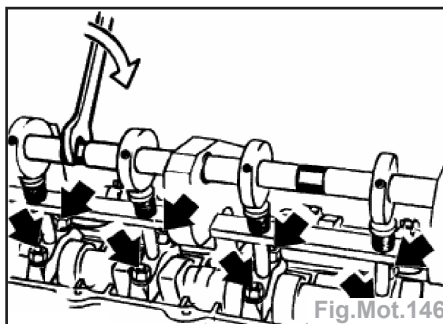

Fig.Mot.146
- Faire tourner l'excentrique pour soumettre les chapeaux de paliers à une contrainte (Fig.Mot.146).